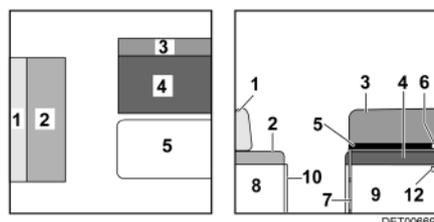

Fig. 46 Antes de la transformación
- Quitar y poner a un lado el cojín del respaldo (Fig. 46,1) y el cojín del asiento (Fig. 46,2) del banco longitudinal.